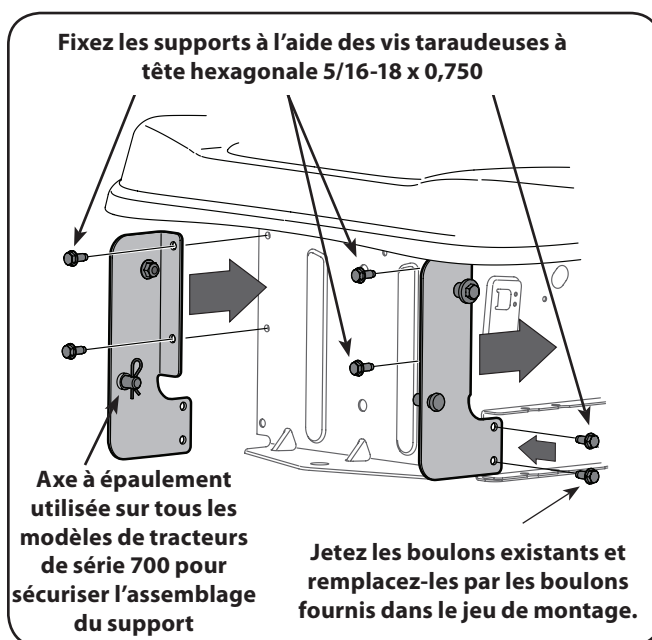

Figure 4-2
2. Retirez et jetez les deux vis dans l'armature inférieure, comme illustré à la figure 4-2.
3. Montez les supports de fixation du tracteur de série 700 à votre tracteur à l'aide des huit vis à tête hexagonales autotaraudeuse incluses avec votre trousse en vous servant des trous perforés dans l'armature de votre tracteur pour les deux boulons de fixation supérieurs et les trous sur l'armature inférieure où vous avez précédemment retiré les vis et les avez jetées. Consultez la figure 4-2.
4. En attachant l'assemblage du support de fixation d'attelage au tracteur, fixez avec l'axe à épaulement et les agrafes illustrées à la figure 4-2, en plus de l'axe à épaulement utilisée dans la plaque d'attache à la page suivante.